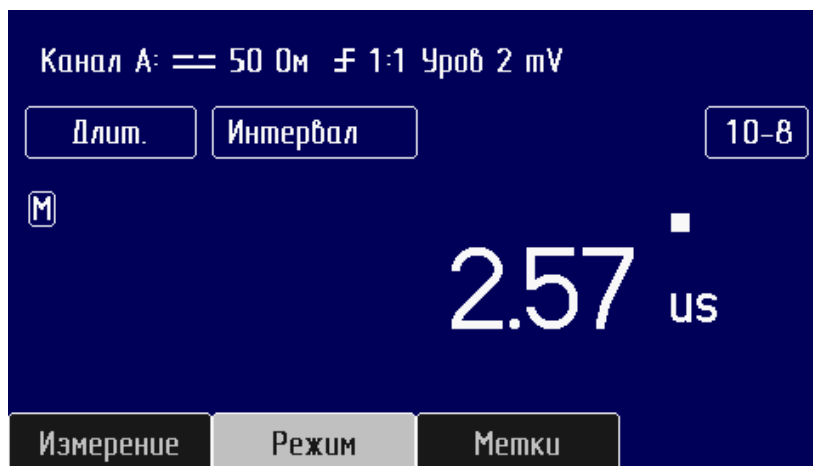

Рисунок 3.13 – Вид экрана при измерении интервалов времени
- "Режим" - режим измерения "Интервал" (рисунок 3.13);